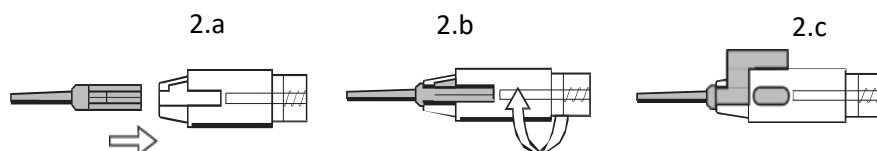

Fig. 2
10. Innestare la cartuccia chiusa nel vano di caricamento del corpo iniettore e bloccare la cartuccia con una rotazione delicata delle alette come illustrato in Fig. 2.